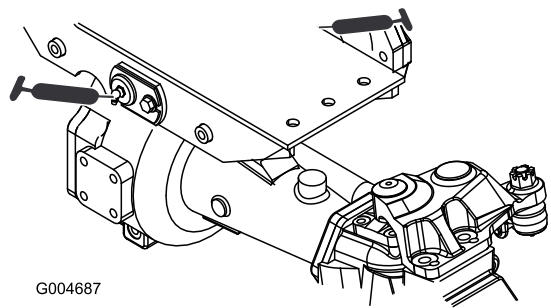

Figura 60
- Dois casquilhos da articulação do eixo traseiro e frontal (Figura 60)